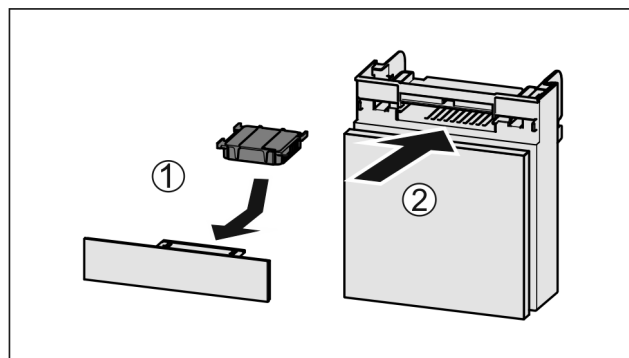

Fig. 43
- Aktivkohlefilter nach Abbildung einsetzen Fig. 43 (1).
- Fach einschieben Fig. 43 (2).